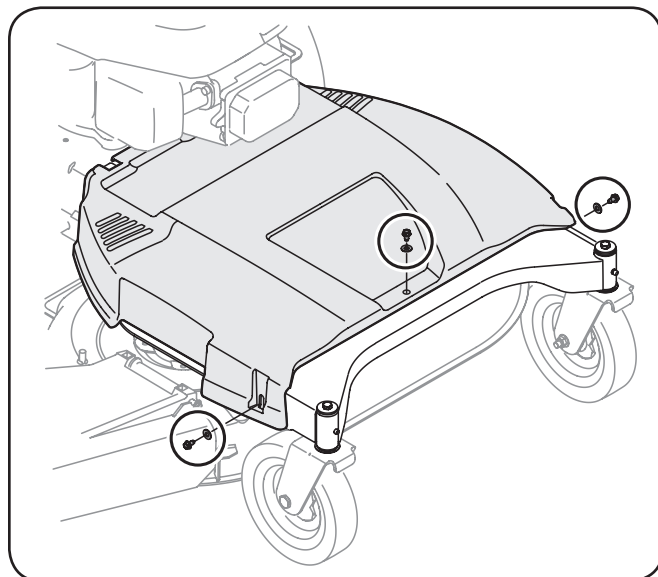

Figure 7-1
1. Para sacar la cubierta de la correa saque los tres tornillos y arandelas que la sujetan al bastidor. Vea Figure 7-1.
2. Retire la cubierta de la correa como se ha indicado antes en esta sección. Consulte Figure 7-1.